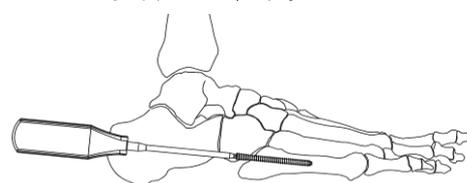

図10
- 1) 六角2.5 中空ドライバー又はグリップハンドルを接続した六角2.5 パワーピンドライバーにてスクリューを抜去します。(図10)